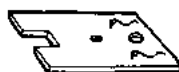

图 1-13
7. 载物台。用塑料板或有机玻璃制作。形状如图 1-13 所示。同样，前端的通光孔要同镜头孔和目镜对准；中间的孔固定 M3×35 毫米螺丝，以便与调节旋钮连接。